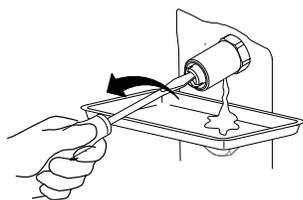

Fig. 5-16
3. Colocar um recipiente sob a respectiva válvula de purga de ar (fig. 5-16).